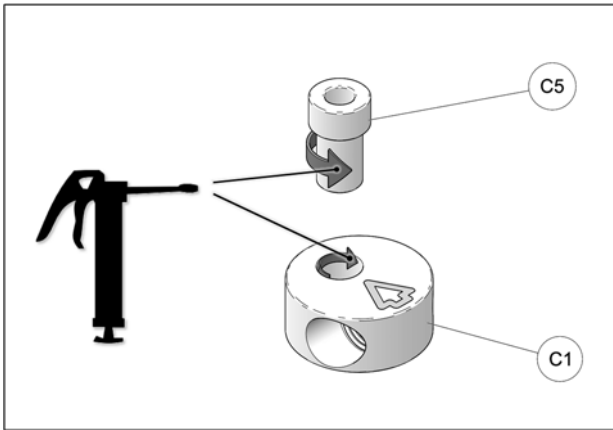

Fig. 21
- Apply grease evenly all around step spacer bushing (C5) and in hole of aluminium disk (C1) when assembling these parts together. See Fig. 21
12. À l'assemblage, les bagues espaces (C5) doivent être graissées. Appliquer une couche de graisse uniforme sur toute la circonférence de la bague espaceur et dans le logement de l'extrémité en aluminium (C1). Voir la Fig. 21